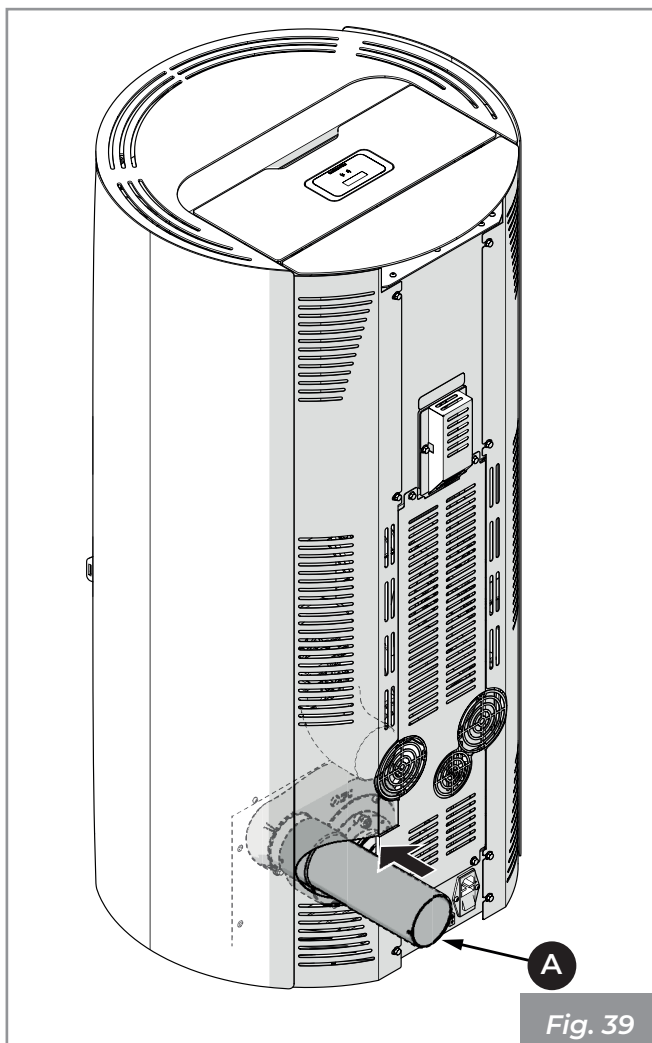

Fig. 39
- Collegare il tubo uscita fumi (A) (Fig. 39).